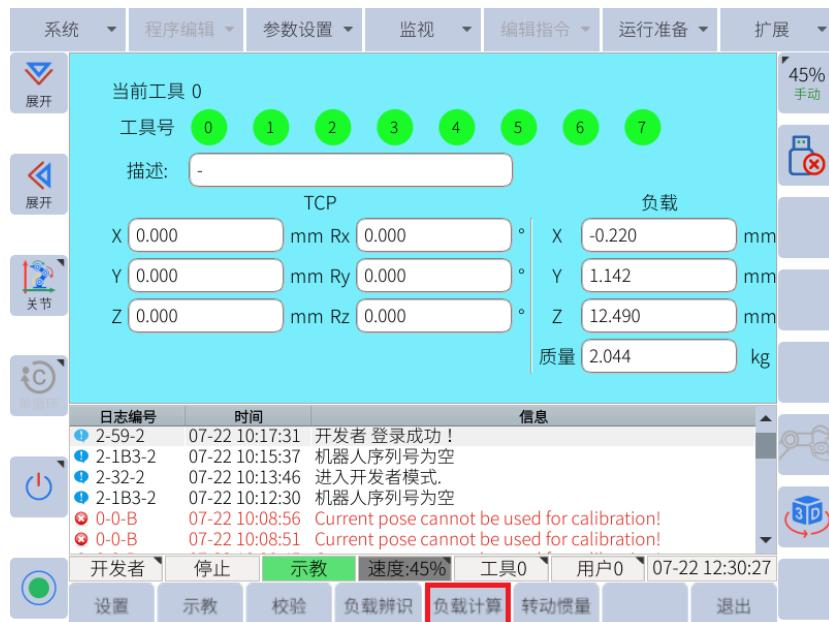

图 6-31: 底部菜单栏中的“负载计算”
- b. 点击底部菜单栏中的**负载计算**，进入负载计算界面，如图6-31所示：